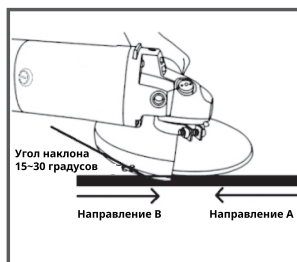

Рис. 7
2. В общем, держите шлифовальную и режущую части круга и диска под углом 15–30 градусов к поверхности обрабатываемого объекта. (Рис. 7.)